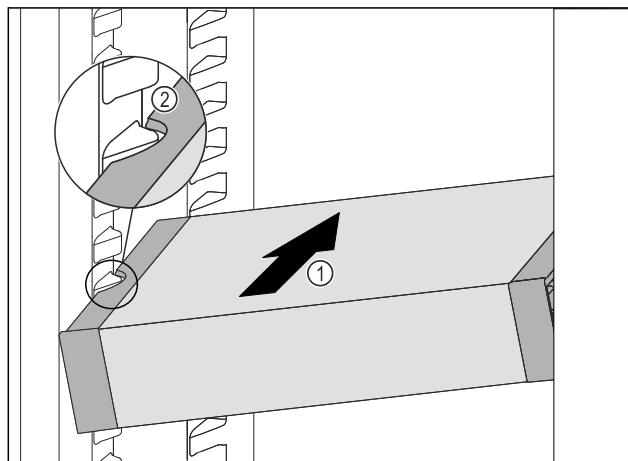

Fig. 69
- VarioSafe zasúvajte šikmo do chladničky Fig. 69 (1), kým sa bočné vybrania Fig. 69 (2) VarioSafe nebudú nachádzať vo výške rebra nádoby v chladničke.